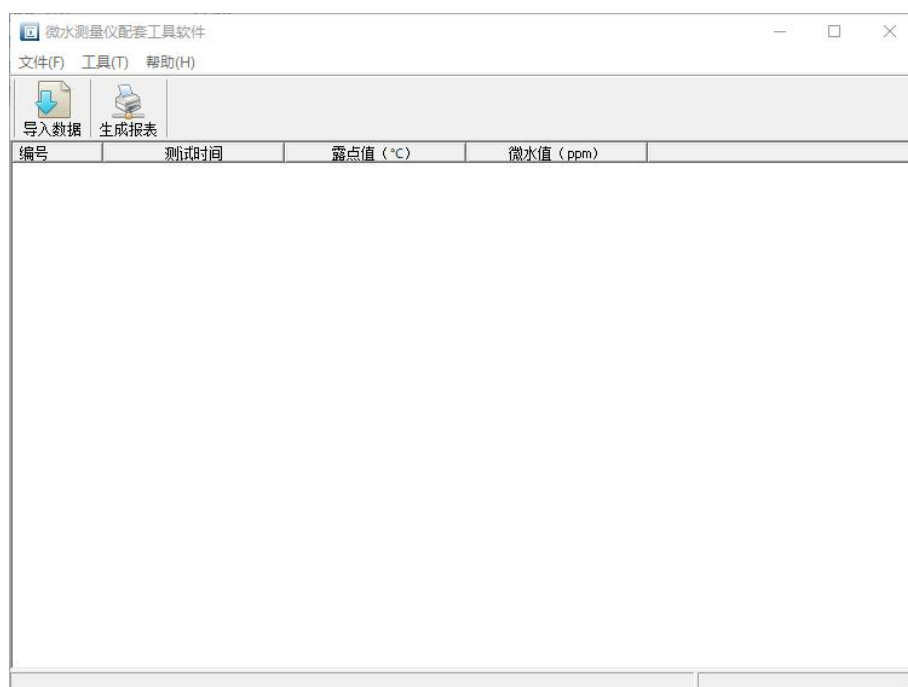

图 16 上位机运行图
(1) 将已从仪器导出数据的 U 盘插入到电脑 USB 口，然后双击打开运行 U 盘目录中文件名“WSTEST”的运行程序，运行后如图 16 所示。